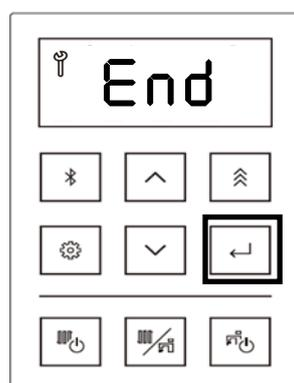

Figure 137
- Laisser l'eau circuler dans la chaudière pendant cinq (5) minutes.
13. Appuyer sur la touche de sélection, l'écran affiche « End » (Figure 137).